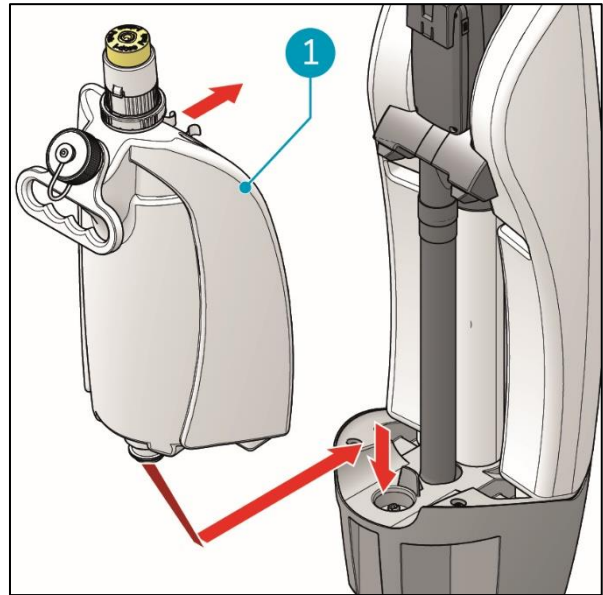

Figura 13
2. Coloque el depósito de solución de limpieza (Figura 13, pos. 1) en la i-mop XL Pro con la válvula en primer lugar.